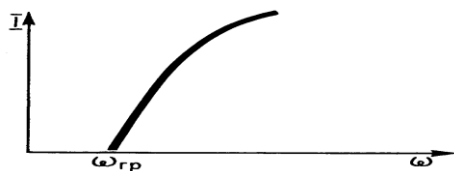

Рис. 5
2. Существует граничная частота ω_{gp} , ниже которой для данного металла фотоэффект отсутствует, независимо от интенсивности света и продолжительности облучения. (рис. 5).